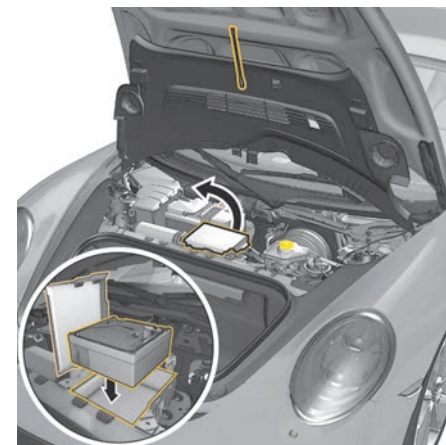

Fig. 61 : Ouverture du coffre de rangement du compresseur pour pneumatiques
4. Ouvrez le couvercle du coffre de rangement du compresseur pour pneumatiques (fig. 61).